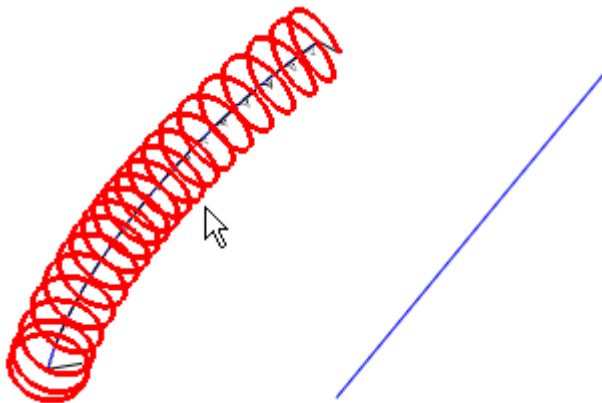

图 44-11
- (1) 单击菜单【插入】 【扫描】 【伸出项】 【选取轨迹】 命令。
- (2) 选择螺旋曲面的边线，如图 44-11 所示。